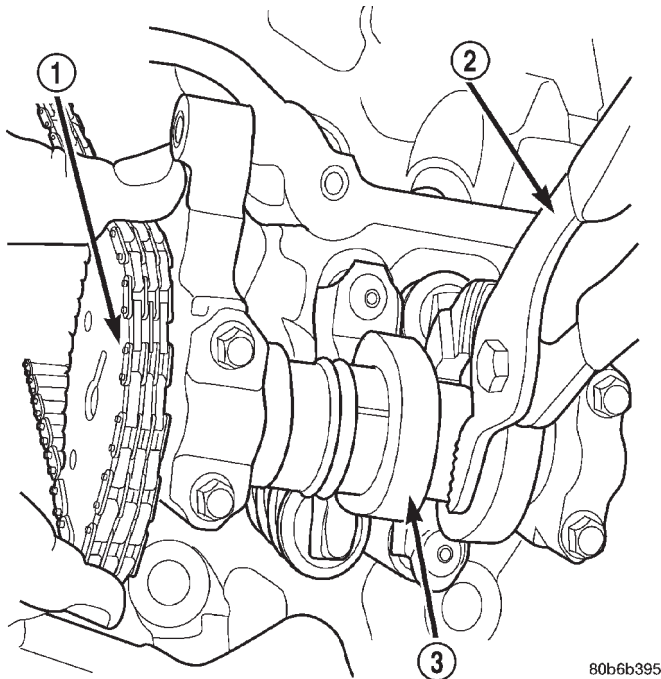

Abb. 75 Drehen der Nockenwelle—Linke Seite
(13) Schrauben des linken und rechten Nockenwellenrads herausdrehen.
(14) Linke Nockenwelle mit der verstellbaren Zange halten (Abb. 75) und das linke Nockenwellenrad abbauen. Nockenwelle im Uhrzeigersinn langsam um ca. 15° in eine neutrale Stellung drehen.